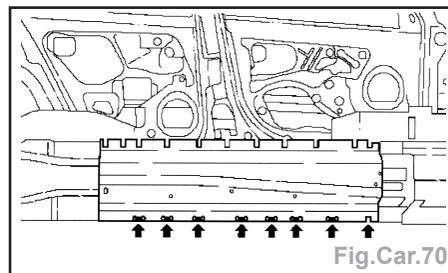

Fig.Car.70
- (1) trou existant
- (2) découpage
- (3) trou à faire
- Préparer le renfort de plancher inf. avec des trous oblongs (Fig.Car.70).